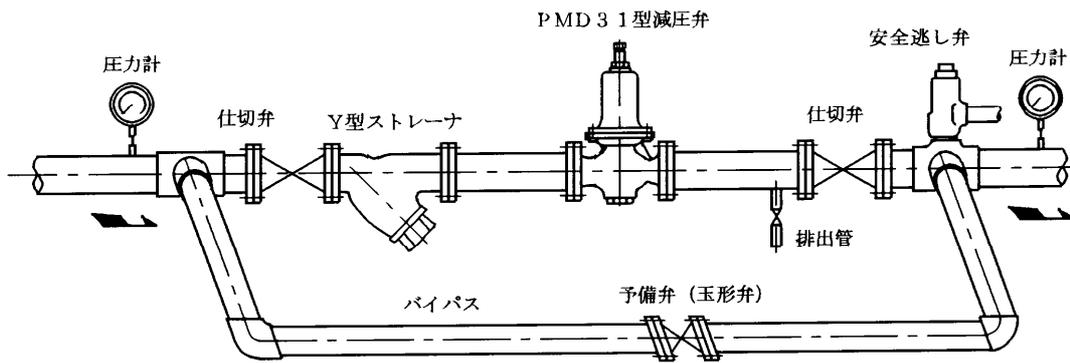
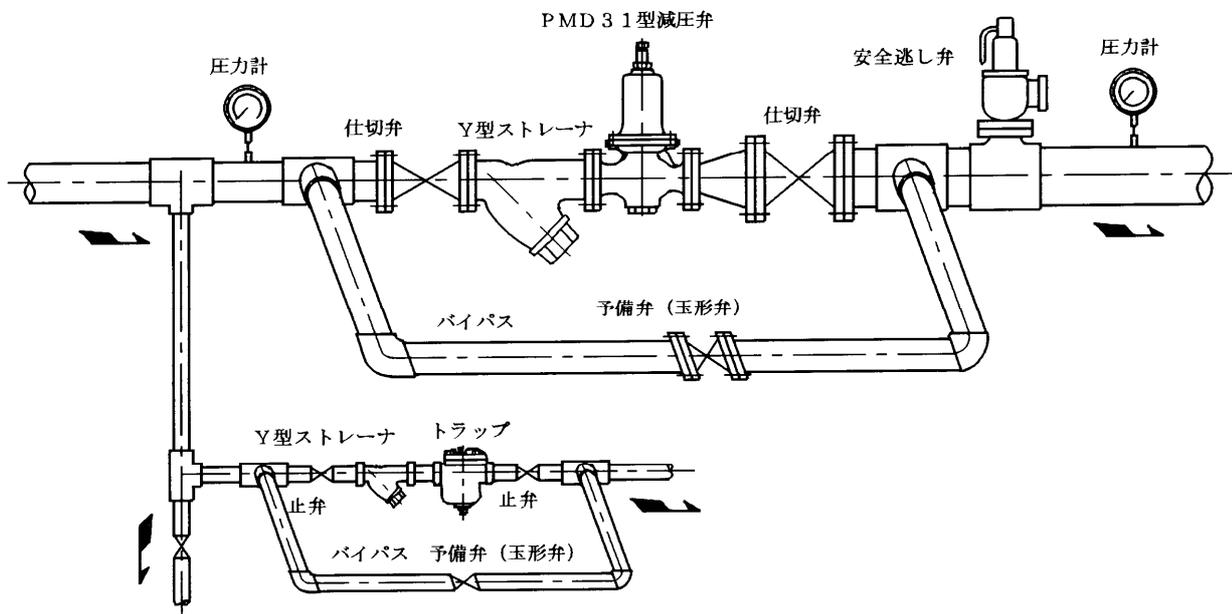

図4 配管例図 (液体用)
図5 配管例図 (気体用)
<ul style="list-style-type: none">● 減圧弁を取り付ける前に弁箱内に異物が入っていたり、輸送中に減圧弁が破損していないかお確かめください。防止処置は施してありますが念のためお調べください。● 減圧弁を取り付ける前に配管内の清掃を充分行ってください。作動不良の大部分は配管内の鉄屑・塵埃によるものですから、これらの除去には特に御留意ください。● 配管に際しては流体の流れ方向と弁箱に鋳出してある矢印の方向を必ず一致させてください。また、図4(液体用)及び図5(気体用)の配管例図に示すようにY型ストレーナ、安全逃し弁及び予備弁(玉形弁)を備え更に前後弁(仕切弁)と圧力計を取り付けるよう御計画ください。 流体が液体の場合は配管途中に空気溜りがありますと、減圧弁がこの影響を受けて振動やハンチングなどの作動不良誘発することがあります。配管中に混入する空気を適当な方法(例えば自動空気抜弁や空気分離器などを必要個所に設置するなど)で可能な限り除去してください。
- 2.3 配管に際しては流体の流れ方向と弁箱(21)に鋳出してある矢印の方向を必ず一致させてください。また、図4、5に示すようにY型ストレーナ、安全逃し弁及び予備弁(玉形弁)を備え更に前後弁(仕切弁)と圧力計を取り付けるよう御計画ください。